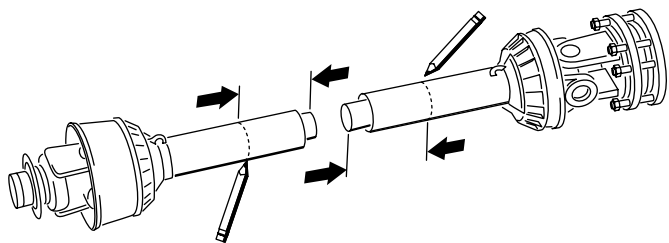
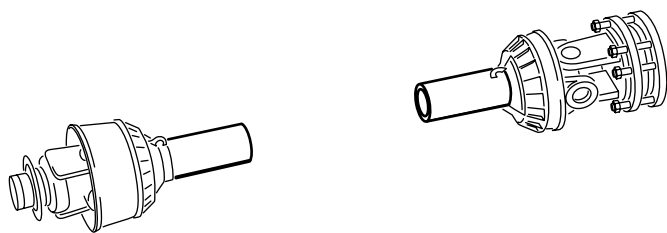

图18
图19
13. 使用在步骤 8 中确定的尺寸从每个 PTO 半轴找到、标记并截短护罩和轴管 图18 和图19。